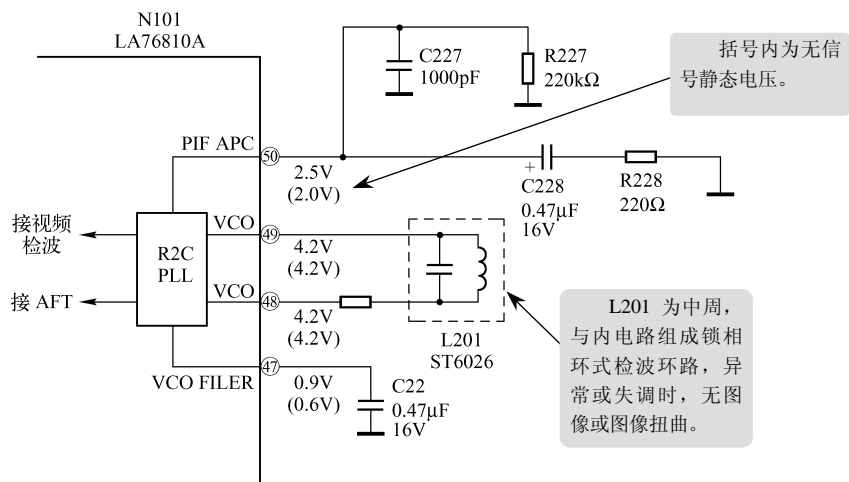

图 7-34 长虹 H2551K 视频检波电路故障检修
检查与分析：根据检修经验及 LA76810A 具有锁相环式视频检波环路的特点，当该机出现白光栅故障时，应重点检查 VCO 振荡及其锁相环双时间常数滤波电路，如图 7-34 所示。
在如图 7-34 所示中，N101 (LA76810A) 的④⑨脚外接 LC 振荡回路（即中周），①⑦脚外接 0.47μF 滤波电容，⑤⑩脚外接双时间 RC 常数滤波器。它们与 IC 内部电路形成锁相环同步解调方式视频检波器。经检查，C228 已无容量，用 0.47μF/16V 电解电容器更换后，
小结：在如图 7-34 所示中，C228 (0.47 $\mu$ F/16V) 与 R228、C227 组成双时间常数电路，用于 APC 鉴相滤波，以使 APC 电路输出一个误差控制电压，对压控振荡器的频率和相位实施控制，并且使其相位和频率严格锁定在被接收的图像中频信号附近。因此，当该机出现白光栅或图像异常时，注意检查 C228、C227、C226 及 L201 等都是很重要的。